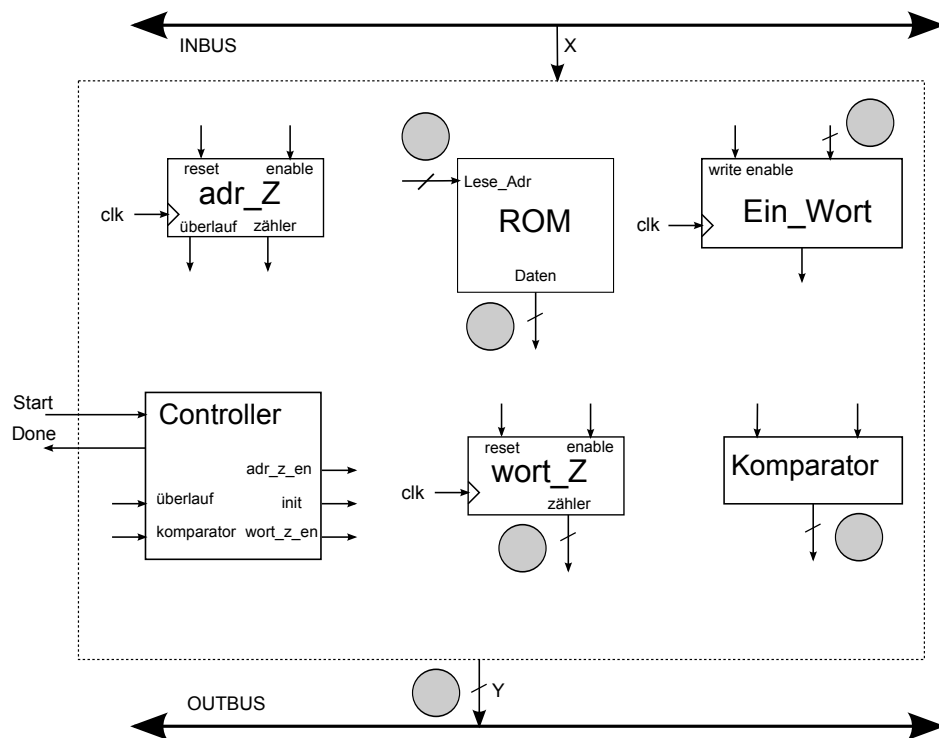

Abbildung 12: Blockschaltbild zu (a)
Abbildung 12 zeigt einen Schaltungsblock der zählt, wie oft ein bestimmtes Eingabewort im internen ROM vorhanden ist. Die Schaltung besitzt drei Eingänge: **X**, **clk**, **Start** und zwei Ausgänge: **Done**, **Y**.
Um die Anzahl übereinstimmender Worte zu ermitteln, vergleicht die Schaltung das über den Eingang **X** erhaltene Wort der Reihe nach mit allen im ROM gespeicherten Worten. In Abbildung 12 sind Teile der Realisierung der Schaltung abgebildet:
- (a) Vervollständigen Sie das Blockschaltbild aus Abbildung 12, indem Sie Ein- und Ausgänge der Komponenten und der externen Ein- und Ausgaben miteinander verbinden. Das **clk** Signal ist bereits angeschlossen und braucht daher nicht weiter berücksichtigt zu werden.
- (b) Tragen Sie in den grau hinterlegten Kreisen in Abbildung 12 die minimal benötigten Bitbreiten der internen Busse ein.